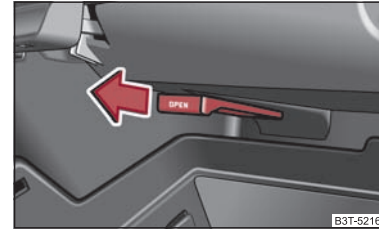

Fig. 104 Torpedoul: Răcirea
- Admisia aerului se deschide trăgând maneta în sensul indicat de săgeată ⇒ fig. 104.